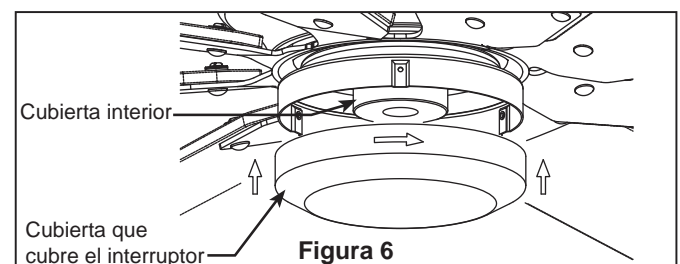

Figura 6
6. Vuelva a colocar la semiesfera en el barral como se indica a continuación. Pase los dos cables de 2.03 m (80") para techo a través de la semiesfera de la semiesfera. Pase el pasador a través de los dos orificios en el barral y alinee la semiesfera de modo que el pasador quede atrapado en la ranura de la parte superior de la misma. Empuje la semiesfera hacia arriba, bien ajustada contra el pasador. Ajuste firmemente el tornillo de fijación en la semiesfera. Si el tornillo de fijación está flojo, podría provocar oscilación del ventilador. (Figura 6)
6. Monte el cubierta que cubre el interruptor en la cubierta interior interruptor girándolo en el sentido de las agujas del reloj. (Figura 6)
8. Conmutador "D" y "ON": La selección "ON" es la selección regulable de luz y debe ser utilizada con todas las bombillas menos con las bombillas CFL. La selección "D" es la encender solo la luz (sin la función de regulación) y debe ser utilizada con bombillas CFL, ya que estas no pueden ser reguladas. El receptor ofrece la siguiente función protectora: (Figura 6)